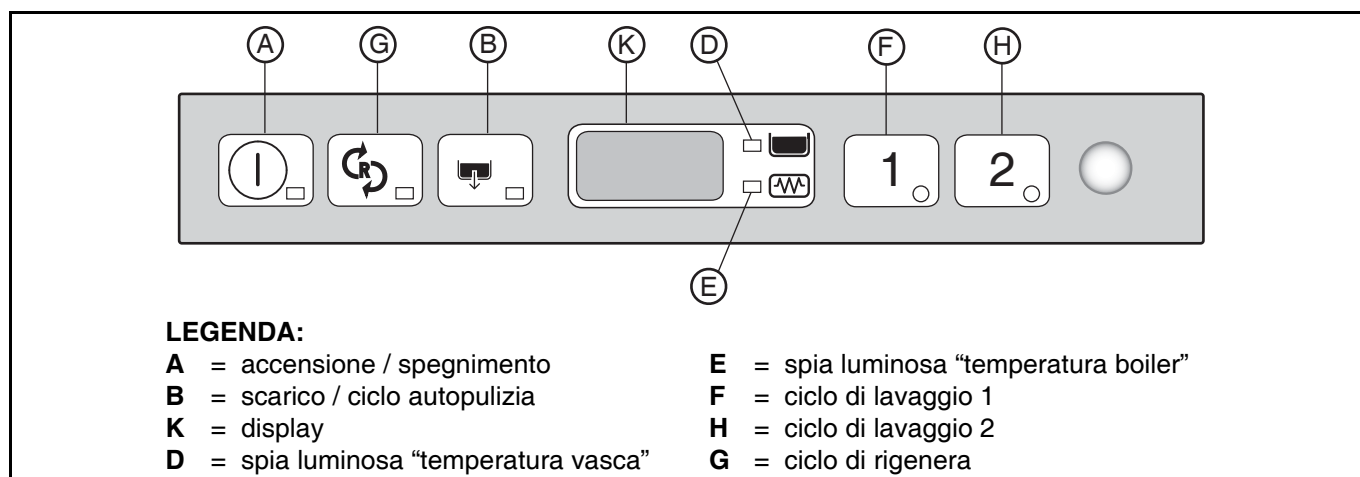

Figura 15
Si accende la spia del tasto "A" (Figura 15) che indica che la lavastoviglie é sotto tensione e sta effettuando il caricamento ed il riscaldamento dell'acqua. Durante l'intera fase di caricamento e riscaldamento sul display si legge "FILL":
Per visualizzare la temperatura del boiler durante il riscaldamento della vasca, aprire la porta e premere il tasto "F" (Figura 15).
Per stoviglie poco sporche o bicchieri: premere il pulsante "F" (Figura 15), (vedi tabella tempi).
Per stoviglie molto sporche: premere il pulsante "H" (Figura 15), (vedi tabella tempi).
- Selezionare il ciclo di pulizia premendo il pulsante "B" (Figura 15).
- Spegnerla lavastoviglie premendo il pulsante "A" (Figura 15).